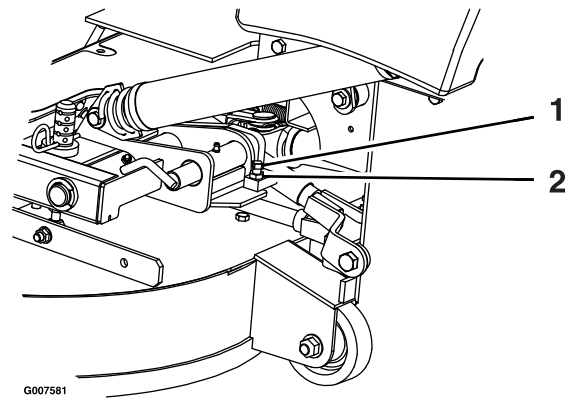

Figure 61
2. Desserrez l'écrou de blocage et tournez la vis de butée dans le sens horaire jusqu'à ce que les goupilles de verrouillage soient serrées et ne puissent pas être tournées à la main (Figure 61).